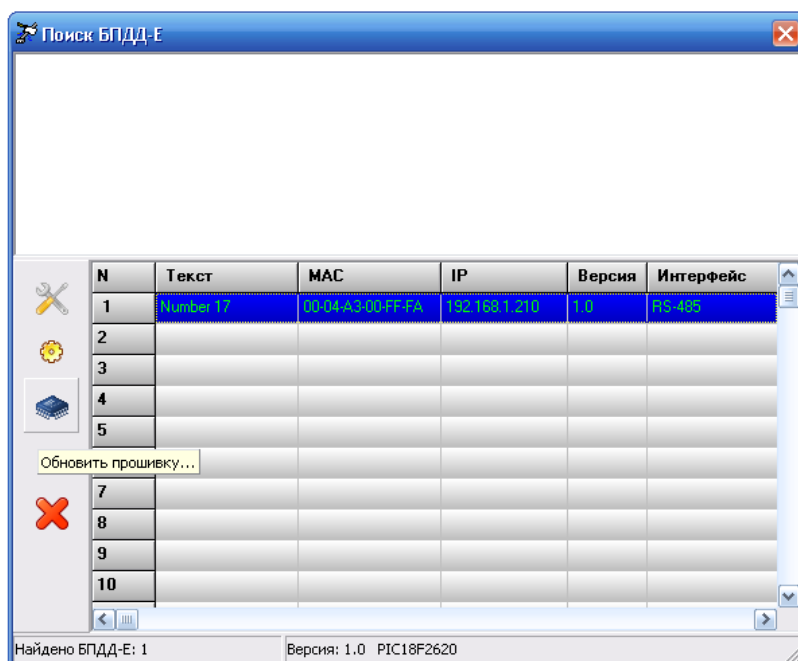

Рисунок 26– Начало обновления программы БПДД-Е
- Выделить БПДД-Е в списке, который требует обновления встроенного программного обеспечения, и нажать кнопку «Обновить прошивку» на панели управления в левой части окна (рисунок 26).